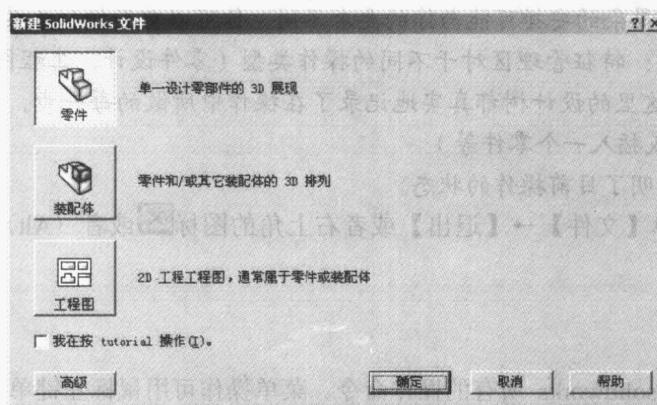

图 1-2 新建文件对话框
- (2) 单击【新建文件】，出现如图 1-2 所示的界面。